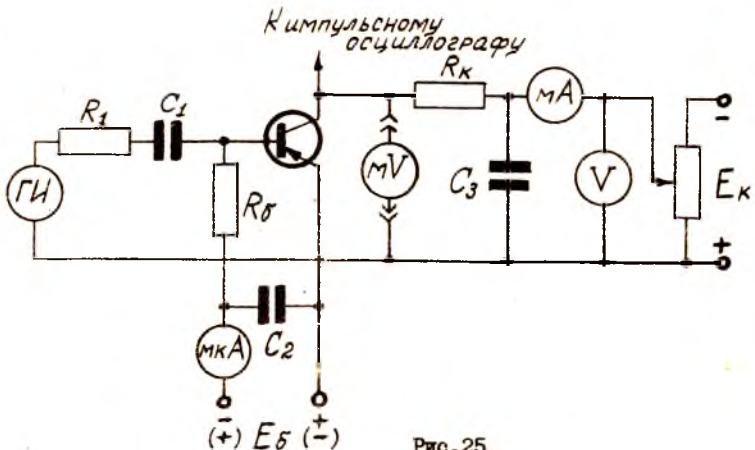

Рис.25
При измерении остаточного напряжения между коллектором и эмиттером в режиме насыщения  $U_{кэ нас}$  и исследовании процесса переключения транзистора используется схема на рис.25.
6. Собрать схему для измерения остаточного напряжения и исследования процесса переключения транзистора (рис.25).
3. Перед измерением остаточного напряжения в схеме рис. 25 увеличением тока базы необходимо перевести транзистор в режим насыщения с соблюдением условия  $\frac{I_{Kнас}}{I_{Бнас}} = B$ .